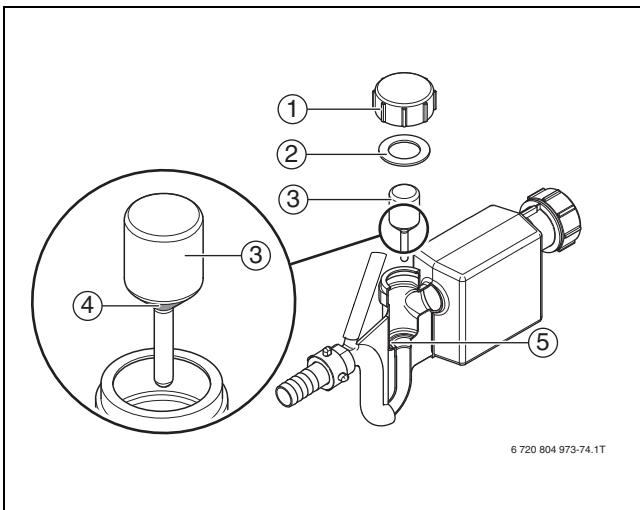
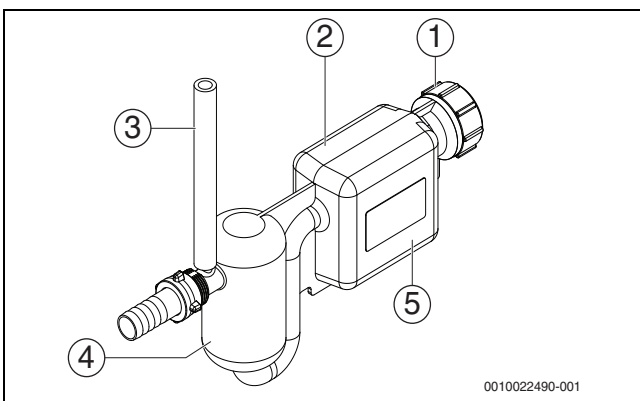
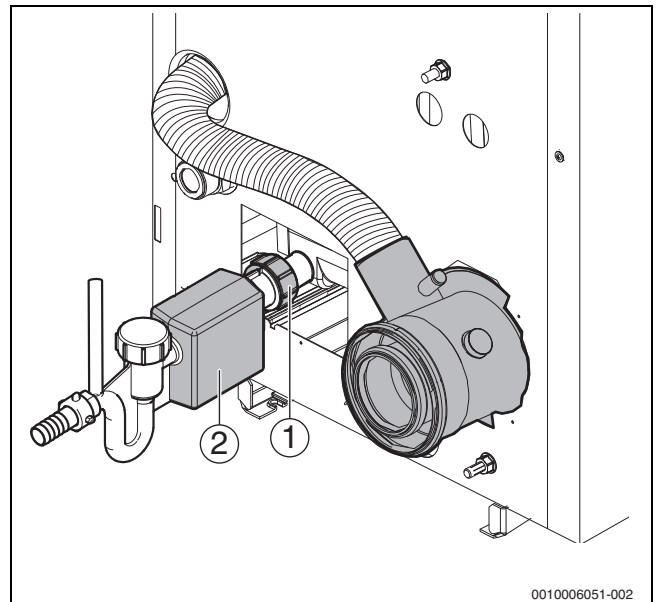

Bild 76 Siphon reinigen, Version 1
Bild 77 Siphon, Version 2
Bild 78 Kondensatwanne reinigen; dargestellt mit Siphon Version 1
Je nach Fertigungsstand können unterschiedliche Versionen des Siphons ausgeliefert oder montiert sein (→Bild 76 und 77). Die Verwendung eines Siphons ohne Schwimmer (Version 2) ist nur in Verbindung mit einem am Kessel installierten Druckwächter zur Abgasüberwachung zulässig.
- ▶ Verschraubung am Anschlussstutzen der Kondensatwanne [1] lösen und Siphon [2] abnehmen (→Bild 78).
- ▶ Siphon (→ Bild 76) an den Anschlussstutzen der Kondensatwanne (→ Bild 78) schrauben.
- ▶ Siphon (→ Bild 77; Ausgleichvolumenbehälter [4] und Schmutzauffangbehälter [5]) mit Wasser befüllen.
- ▶ Siphon (→ Bild 77) an den Anschlussstutzen der Kondensatwanne (→ Bild 78) schrauben.
- ▶ Über den Entlüftungsschlauch (→ Bild 77, [3]) Wasser nachfüllen und dabei sicherstellen, dass der Siphon vollständig mit Wasser gefüllt ist.
Je nach Fertigungsstand können unterschiedliche Versionen des Siphons ausgeliefert oder montiert sein (→ Bild 76 und 77). Die Verwendung eines Siphons ohne Schwimmer (Version 2) ist nur in Verbindung mit einem am Kessel installierten Druckwächter zur Abgasüberwachung zulässig. Dieser Siphon darf auch im Ersatzteillfall ausschließlich für Kessel mit Druckwächter zur Abgasüberwachung eingesetzt werden.